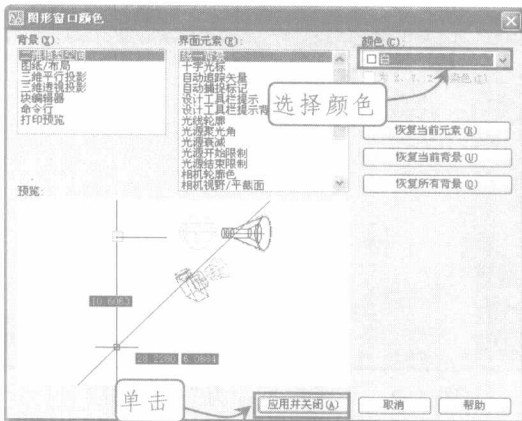

图 1-4 “图形窗口颜色”对话框
Step 3 在“颜色”下拉列表框中选择“白”选项，然后单击 按钮，如图 1-4 所示。